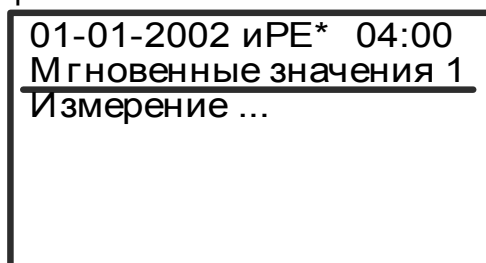

Рис. 5 – Режим «Первое измерение»
3.4.3 Не позднее чем через 30 секунд после включения питания вычислитель входит в режим «Первое измерение» и на ЖКИ появляется изображение (рис. 5) с индикацией текущей даты и времени.
3.4.5 В процессе работы вычислителя могут возникать различные НС, в результате чего вычислитель может переходить в режим «Первое измерение» (рис. 5). Такая ситуация может возникнуть также после перерывов в питании, выходе из «Меню для пользователей» и «Меню для специалистов».